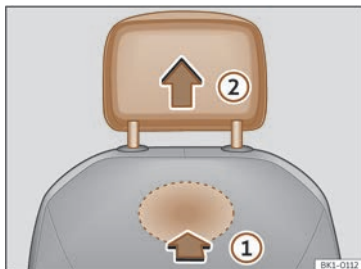

Fig. 102 Tetiera față: demontarea.
- Pentru deblocarea tetierei, identificați butonul de sub tetieră și apăsați în direcția indicată de săgeată >>> **fig. 102 ①**.
- Demontați tetiera în direcția indicată de săgeată ②.